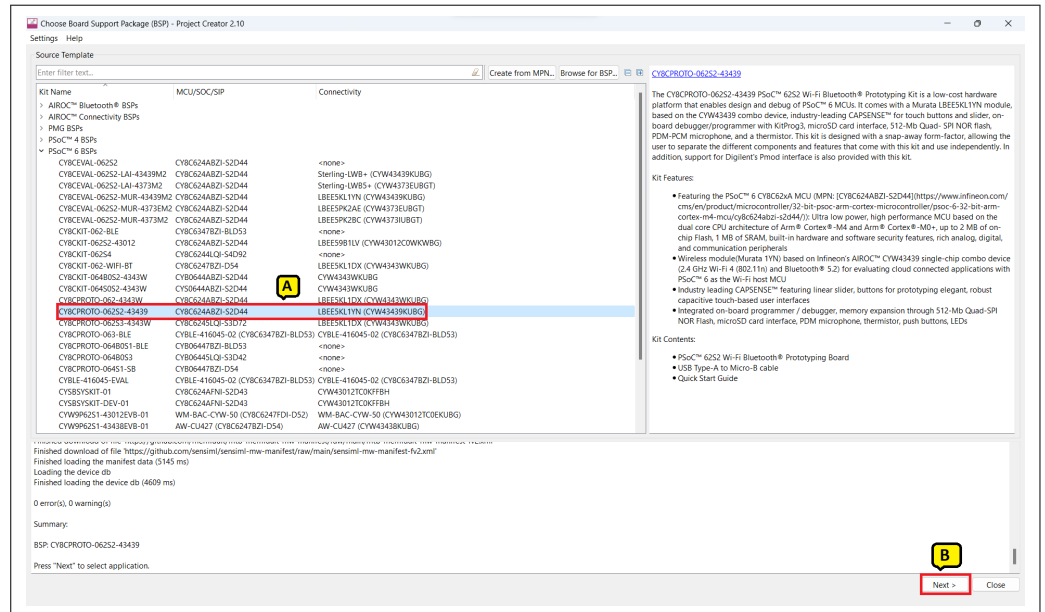

図 7 ターゲットハードウェアの選択
- a. **Choose Board Support Package (BSP)** ダイアログで、使用する **Kit Name** を選択してください。以下の手順では **CY8CPROTO-062S2-43439** の使用を想定しています。この手順については図 7 を参照してください。